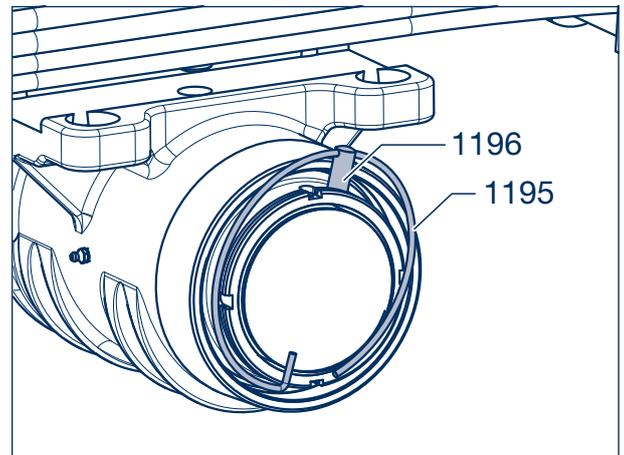

Figure 10
- [18] Visser le capuchon et le serrer à l'aide d'une clé (figure 10).